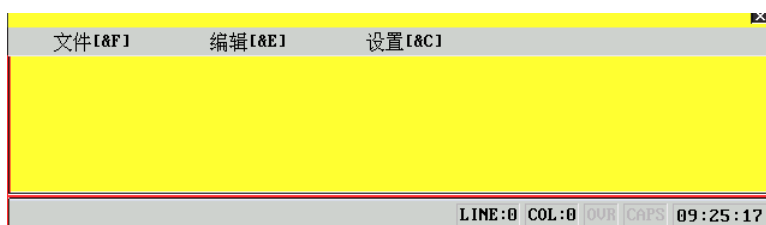

图 7.7.3 DNC 程序主菜单
(1) 在上位计算机上执行 DNC 程序，弹出如图 7.7.3 所示主菜单；
- (2) 按 **Enter** 键,系统命令行提示“正在和发送串口数据的计算机联络”;
- (3) 在上位计算机的主菜单(图 7.7.3)下按 ALT+F,弹出如图 7.8.1 所示文件子菜单;
- (1) 在上位计算机的主菜单(图 7.7.3)下按 ALT+F, 弹出如图 7.8.2 所示文件子菜单;
- (2) 用 ▲、▼ 键选择 “接收 DNC 程序” 选项;